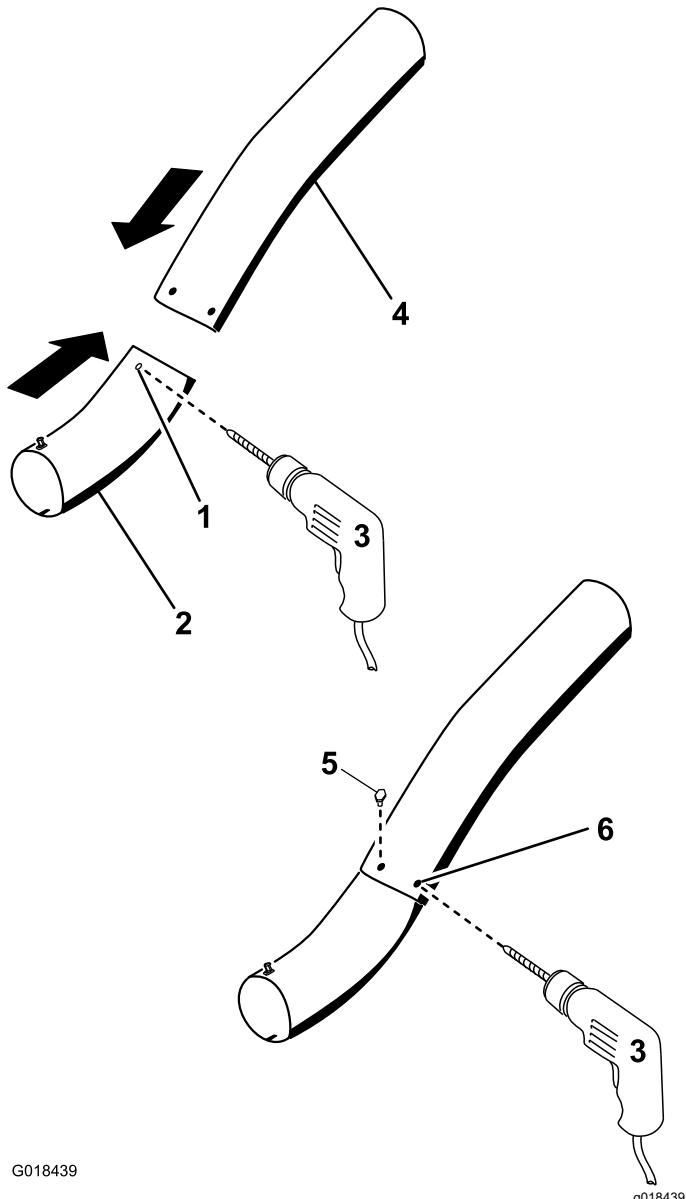

Figura 31
13. Koristeći postojeće rupe na gornjoj cevi kao šablon, izbušite 2 rupe prečnika 6,5 mm, kroz udubljenja na donjoj cevi (Figura 31).
16. Postavite podloške ($\frac{1}{4}$) na zavrtnje (Figura 31).
17. Pomoću nasadnog ključa postavite vijke ($\frac{1}{4} \times \frac{3}{4}$ ") i podloške ($\frac{1}{4}$) sa unutrašnje strane donje cevi pa kroz postojeće rupe u gornjoj cevi (Figura 31).
18. Pričvrstite cevi jednu za drugu pomoću navrtki ($\frac{1}{4}$) kako je prikazano na Figura 31.